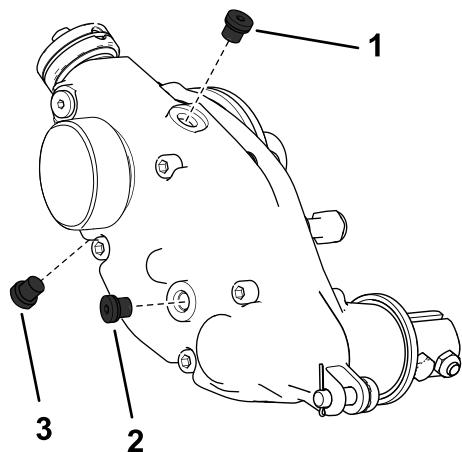

图27
2. 取出壳体底部的排油塞（图27）。
3. 取出壳体一侧的加油塞，并松开顶部的排气塞，以便空气通过（图27）。